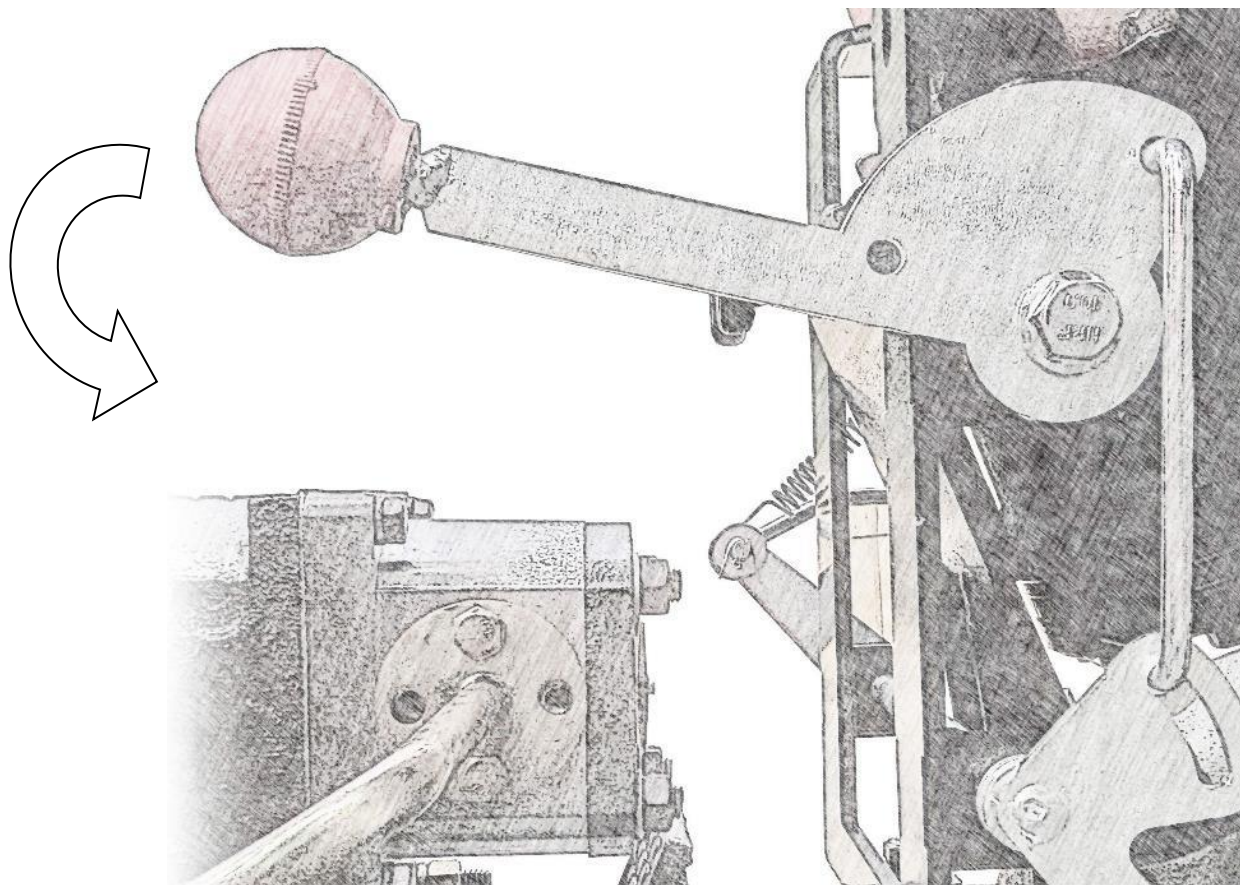

Рис. 3-2. Ручка контроля скорости
- 2.) Установите ручку контроля скорости в положении «Старт» (рис. 3-2), равное нажатию на педаль акселератора на $\frac{2}{3}$ от максимального положения.